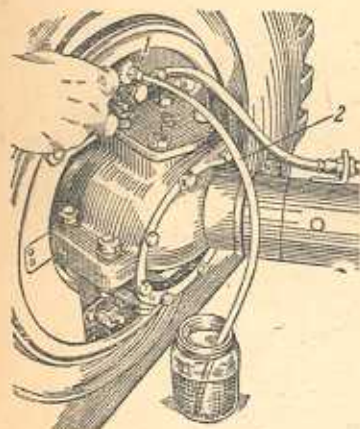

Рис. 35. Выпуск воздуха из системы гидропривода тормозов:
2. Выверни заглушку из ниппеля для выпуска воздуха из резервуара и надень на ниппель конец резиновой трубки 2 (рис. 35).